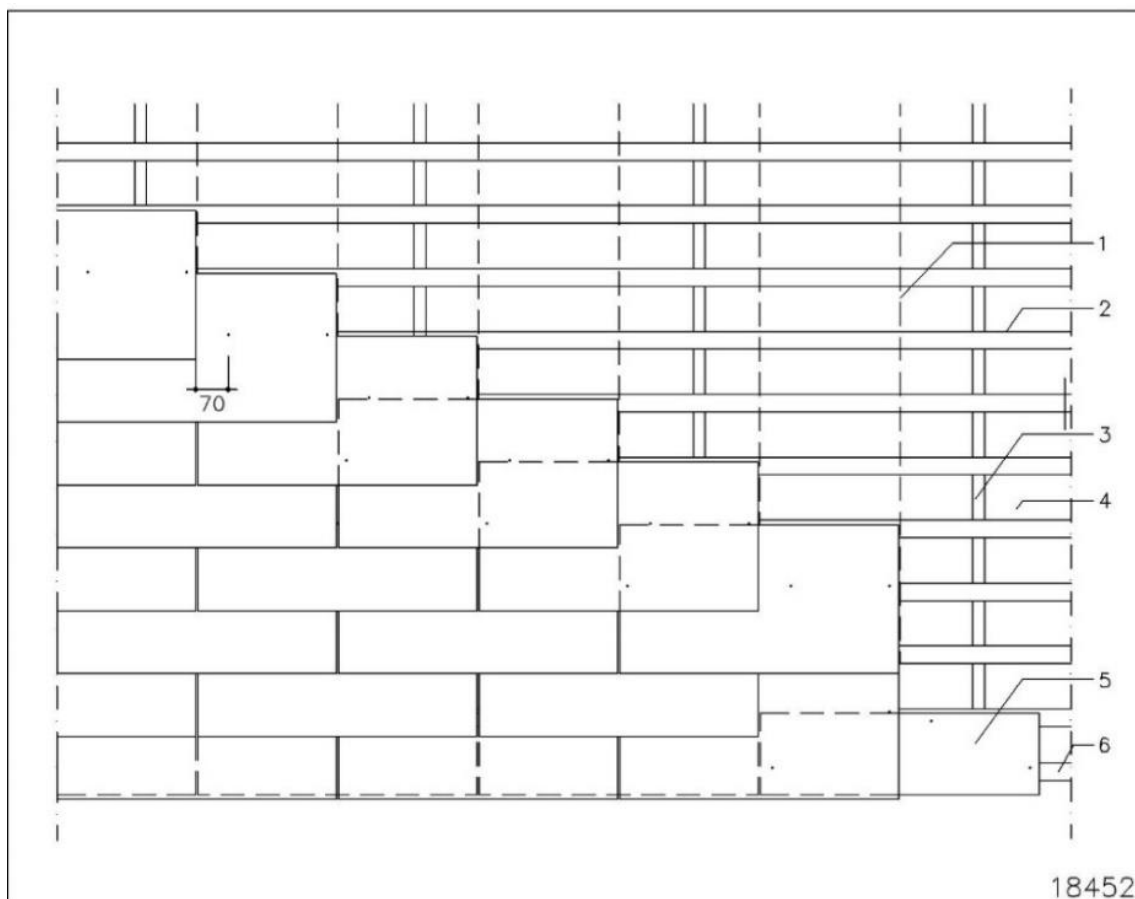

Fig. 10: Pose des ardoises avec un troisième clou pour le format 60/32
- La fixation des ardoises du format 60x30 et 60x32 se fait avec un troisième clou qui est prévu sur la même ligne horizontale que les deux autres clous et à minimum 70 mm du milieu de l'ardoise (Voir Fig. 10). Pour l'ardoise 60/32 une ardoise est disponible avec trous préforés **seulement à utiliser pour des applications en façade**.